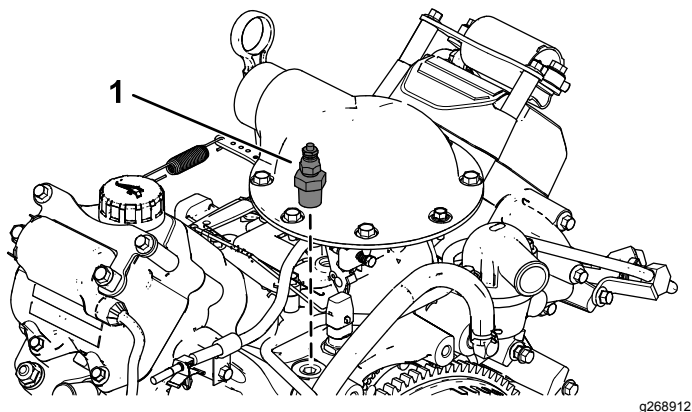

Рисунок 7
1. Снимите реле температуры с корпуса термостата (Рисунок 7).